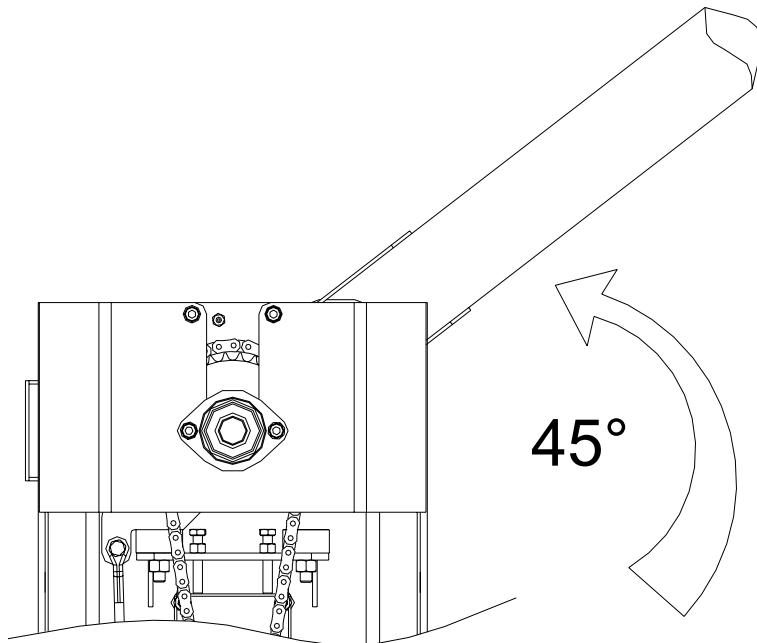

Fig. 10
- Bilanciare l'asta regolando il tirante filettato, l'asta deve essere in equilibrio nella posizione di metà corsa (45°) (Fig. 10).
- Verifica del bilanciamento dell'asta (se è necessario bilanciare nuovamente l'asta regolando il tirante filettato (vedi Fig. 10).